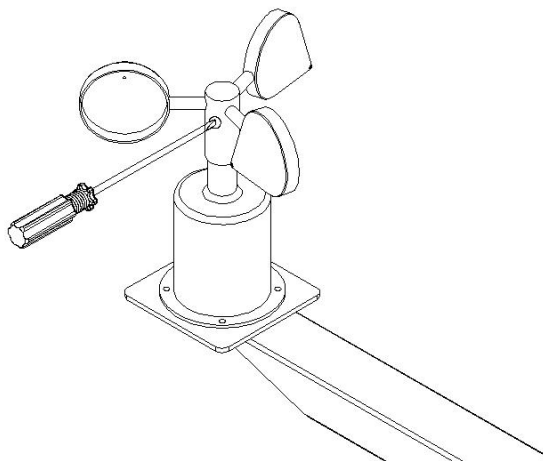

图 3-5 将叶片固定于风杯上
(2) 将三叶风杯用固定螺丝锁紧在杯体上方的轴上,如图 3-5;